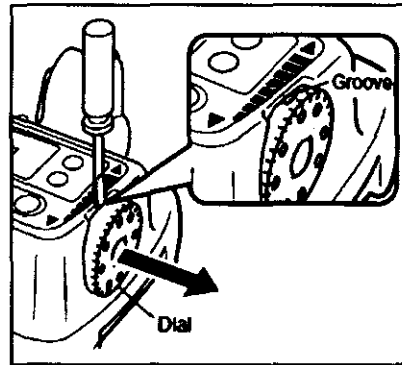

Fig. 42: Groove: Ranura.
- 2) Ubique un destornillador de cabeza plana en la ranura (Fig. 42) Muévalo hacia los costados, y empuje el dial hacia afuera.